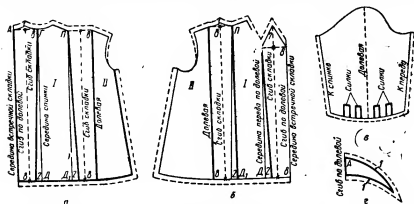

Рис. 173. Подготовка выкройки платья в складку с воротником «шалька» к раскрою:
Спинка. При раскладке выкройки на ткани спинку (рис. 173, а) укладывают так, чтобы линия середины спинки была
Полочка. При раскладке выкройки переда платья на ткани (рис. 173, б) первую часть выкройки (1) укладывают так, чтобы ее середина была по долевой нити на расстоянии 8 см (для складки) от сгиба ткани.
Рукав. Выкройку рукава укладывают на ткани так, чтобы ее середина была по долевой нити (рис. 173, в).
Воротник. Выкройку воротника укладывают на ткань так, чтобы линия от точки А (вертикальная линия) середины воротника была по долевой нити на сгибе ткани (рис. 173, г).